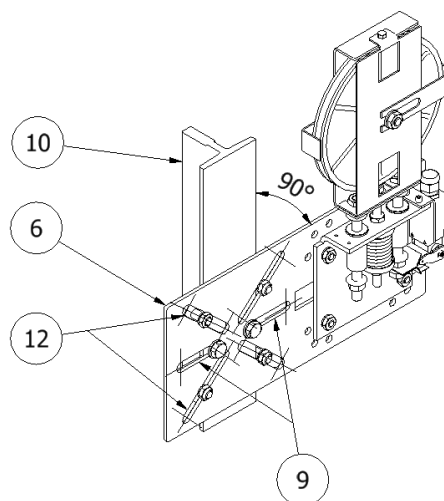
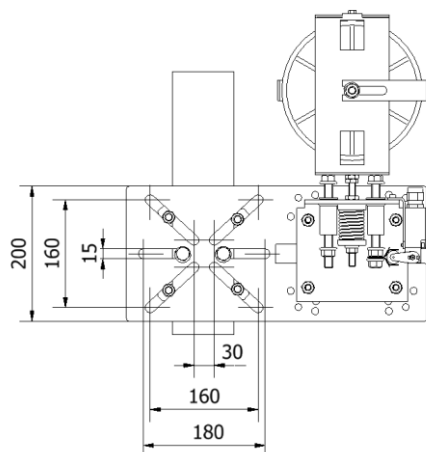
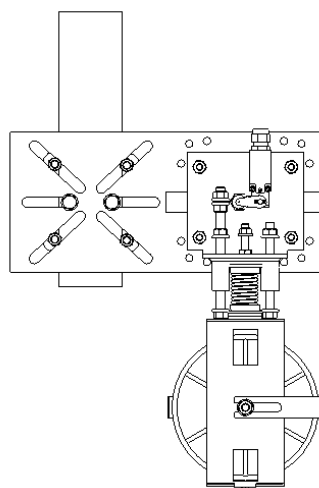
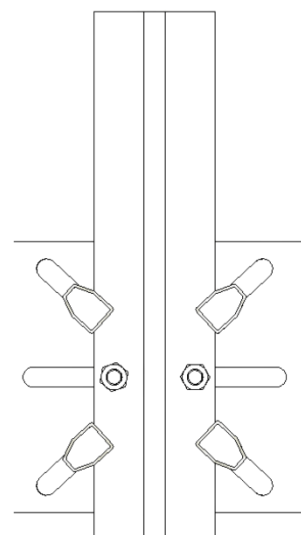

Fig. 3
Fig.3A
Fig. 3B
Fig. 3C
- Il fissaggio alla guida avviene tramite: le asole (9) della piastra (6), 2 fori Ø12 eseguiti sulla guida, le asole (12) e 4 Bride per garantire un fissaggio sicuro e un allineamento di 90° tra la guida e la piastra (6) vedi (Fig. 3 / Fig. 3A / Fig. 3B / Fig. 3C).
- The fixing to the guide rail takes place through: the slots (9) of the plate (6), 2 holes Ø12 drilled on the guide rail, the slots (12) and 4 guide clips to ensure a secure fixing and 90 ° alignment between the guide rail and the plate (6) see (Fig.3/Fig.3A/Fig.3B/Fig.3C).